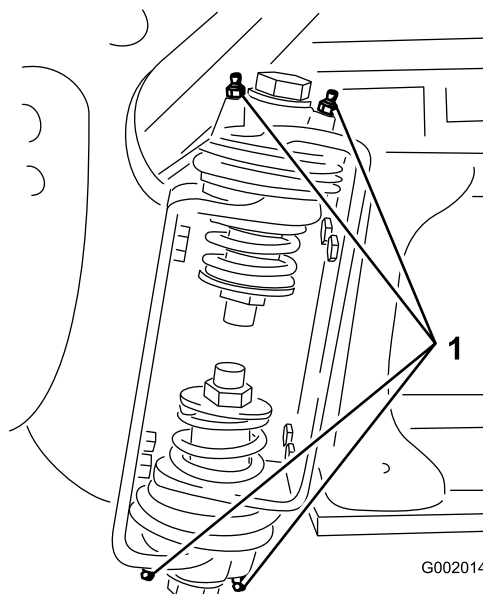

Figura 38
2. Pompei lubrifianț în rulment sau bucă la nivelul fiecărui fitting (Figura 38).